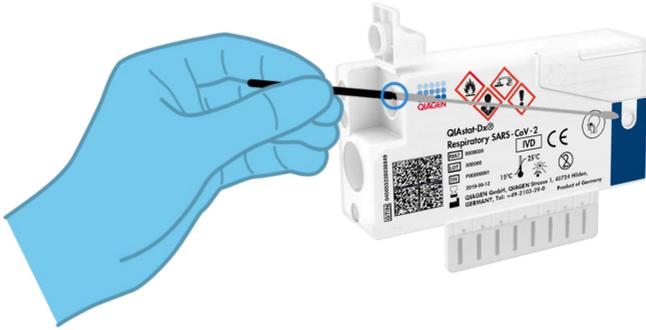

Figura 8. Introducción del hisopo en el QIAstat-Dx Respiratory SARS-CoV-2 Panel Cartridge.
- Introduzca el hisopo en el QIAstat-Dx Respiratory SARS-CoV-2 Panel Cartridge hasta que el punto de rotura quede alineado con la apertura del acceso (es decir, cuando el hisopo ya no pueda avanzar; figura 8).